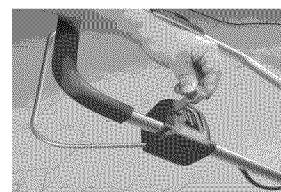

Figure 25 - Insérez la clé
2. Insérez la clé dans la rainure, et appuyez dessus. (Voir la Figure 25 Note : La clé peut être insérée d'une façon ou d'une autre dans la rainure.)